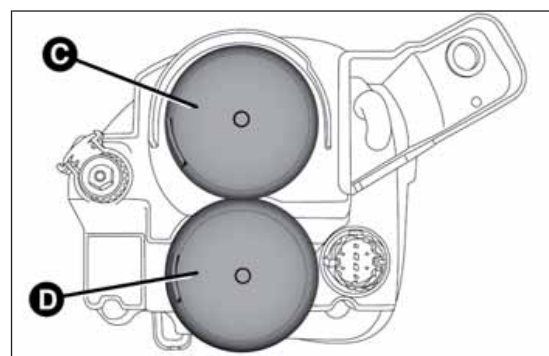

Abb. 174
Die Lampen haben folgende Anordnung Abb. 174:
- Entfernen Sie den Deckel C Abb. 174.
- Zum Schluss den Deckel C Abb. 174 einbauen.
- Entfernen Sie den Deckel D Abb. 174.
- Zum Schluss den Deckel D Abb. 174 einbauen.